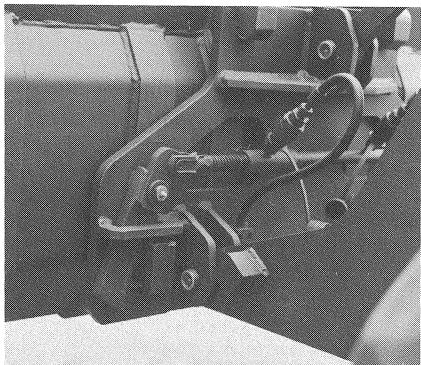

Bild 28
- (2) Mit der hydraulisch betätigten Schnellwechselvorrichtung Schaufel bzw. Anbaugerät aufnehmen und bei gleichzeitigem Ankippen der hydraulisch betätigten Schnellwechselvorrichtung die Schaufel bzw. Anbaugerät anheben bis die hydraulisch betätigten Schnellwechselvorrichtung (Bild 28) anliegt.
- (2) Pick up shovel or attachment with the aid of the hydraulically operated quick-change device and lift the shovel or the attachment whilst tilting the hydraulically operated quick-change device at the same time until the hydraulically operated quick-change device (fig. 28) is lying next to the shovel or attachment.
- (2) A l'aide du système d'échange rapide hydraulique soulever le godet ou l'équipement complémentaire et en même temps incliner le système rapide vers l'arrière, pour soulever le godet ou le système rapide jusqu'à l'assemblage parfait (fig. 28).